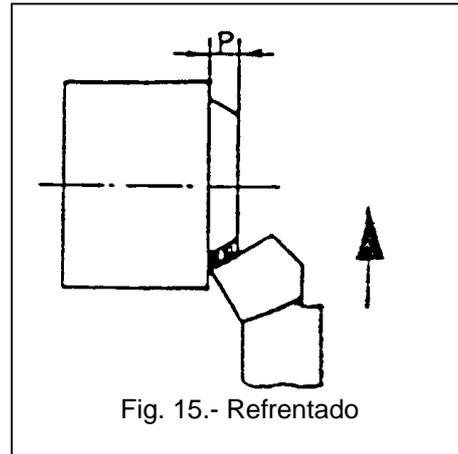

Fig. 15.- Refrentado
**Torneado. Refrentado:** Es la distancia, proyectada sobre el eje de rotación, entre las superficies planas inicial y final. (Fig.15)